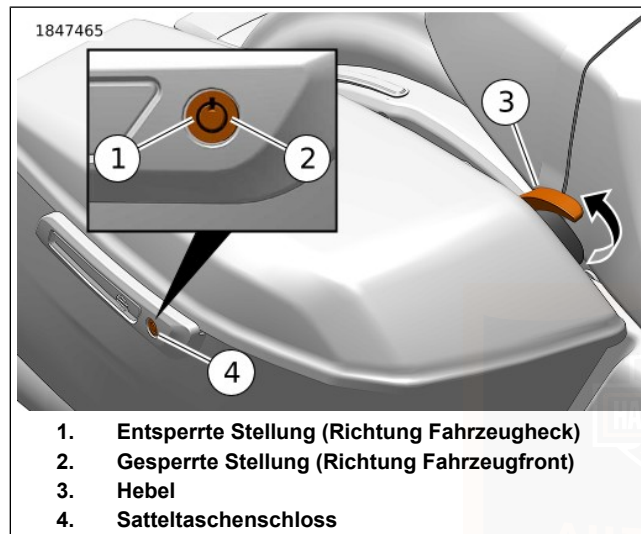

Abbildung 74. Satteltasche
Siehe Abbildung 74. Den Schlüssel in das Schloss einführen. Den Schlüssel einstecken und um eine Vierteldrehung
Siehe Abbildung 74. Den Schlüssel in das Schloss einführen. Den Schlüssel einstecken und um eine Vierteldrehung Richtung Fahrzeugheck drehen. Schlüssel zurück in mittlere Position bringen und herausziehen.
1. Siehe Abbildung 74. Satteltasche entriegeln.
2. Den Satteltaschenhebel (3) anheben.
1. Siehe Abbildung 74. Den Satteltaschendeckel zuklappen.
2. Den Hebel (3) nach unten drücken, bis die Verriegelungen einrasten. Überprüfen, dass der Deckel sicher geschlossen ist.
1. Siehe Abbildung 74. Die Satteltasche öffnen.